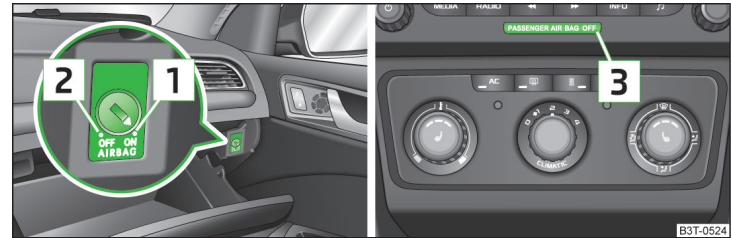

Abb. 13 Schlüsselschalter für Beifahrer-Frontairbag / Kontrollleuchte für Beifahrer-Frontairbag
- › Die Kontrollleuchte **OFF**  **3** » Abb. 13 auf Seite 21 leuchtet nach dem Einschalten der Zündung auf.
- › Mit dem Schlüssel den Schlitz des Schlüsselschalters in die Position **2** » Abb. 13 **OFF** vorsichtig drehen.
- › Mit dem Schlüssel den Schlitz des Schlüsselschalters in die Position **1** » Abb. 13 **ON** vorsichtig drehen.